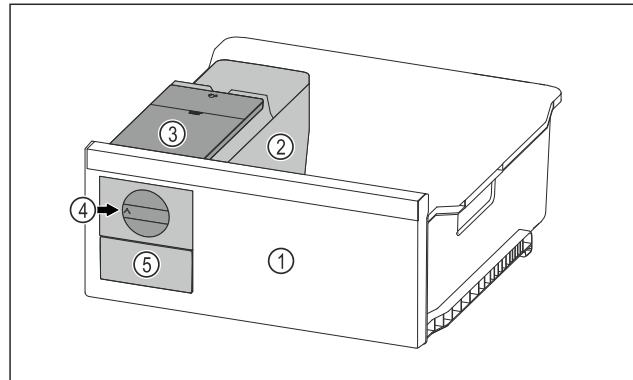

Fig. 80 Ілюстративне зображення
- ▶ Поворотну ручку Fig. 80 (4) повернути за годинниковою стрілкою до упору.
- ▷ Кубики льоду випадають із ванночки для кубиків льоду у висувний ящик для кубиків льоду Fig. 80 (5). Якщо не всі кубики льоду виймаються з ванночки для кубиків льоду: